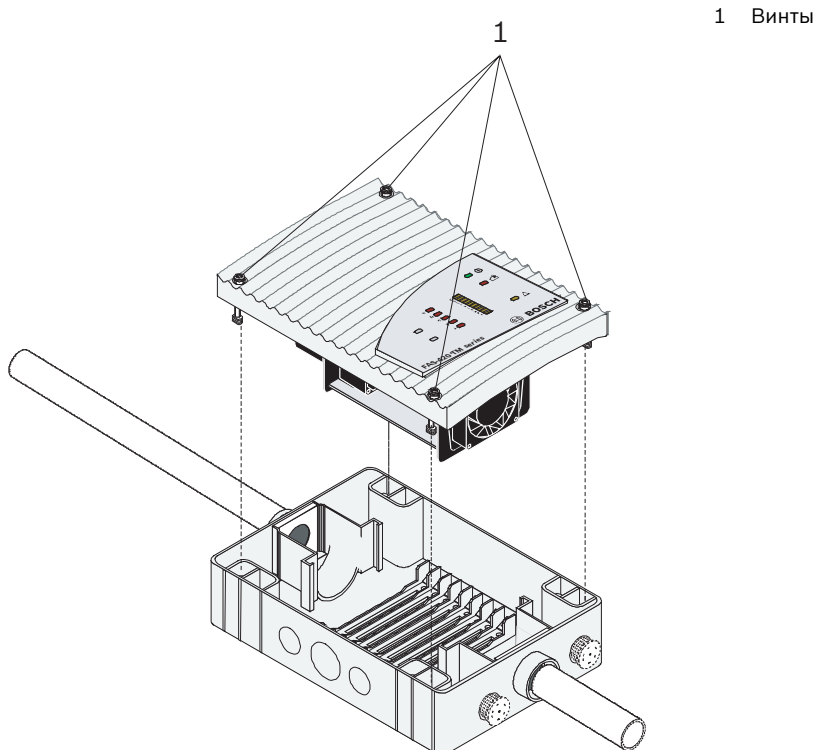

Рисунок 4.6 Замена модуля извещателя FAS-420-TM
4. Вставьте модуль извещателя в предварительно смонтированное основание корпуса. Обращайте внимание на механические направляющие, которые защищают устройство от перекашивания. Затяните отверткой четыре винта модуля извещателя (см. *Рисунок 4.6*).